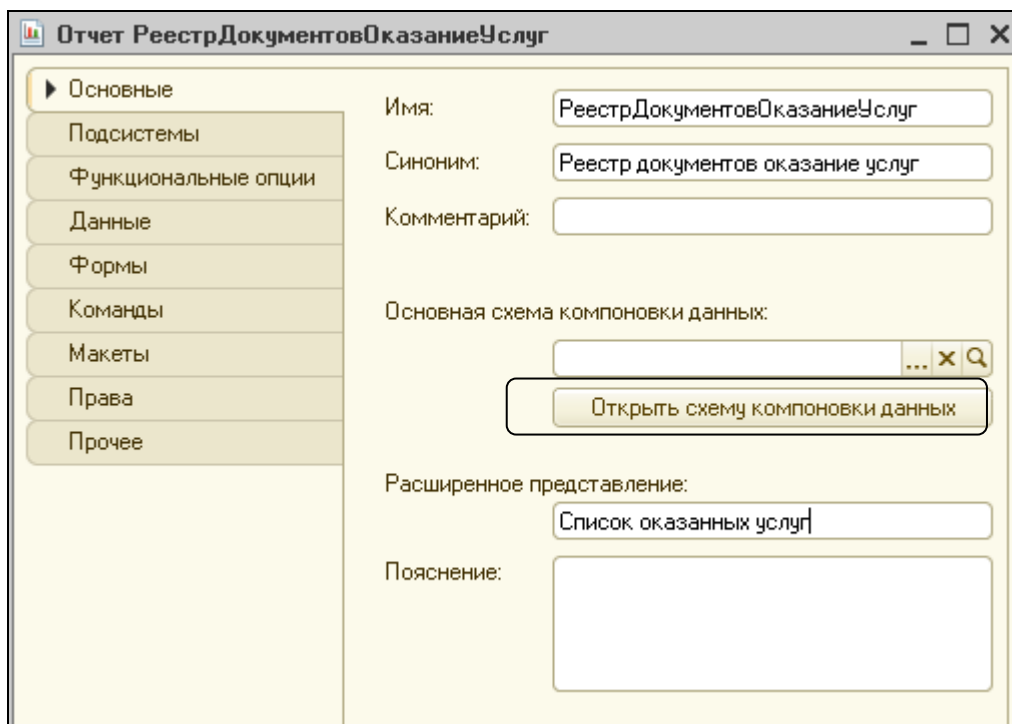

Рисунок 4.7 Закладка Основные, отчета Реестр документов Оказанных услуг
1. В дереве конфигурации добавить объект конфигурации **Отчет**. Настроить вкладку **Основные** по образцу (рис.4.7).
2. Создать схему компоновки данных для отчета, нажав на кнопку **Открыть** **Схему компоновки данных** (рис. 4.7).